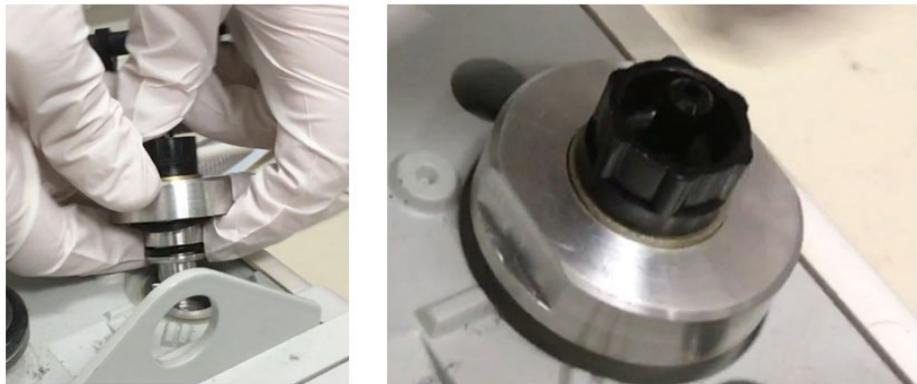

Figure 13 : Installation de l'adaptateur dans le port d'entrée
- 6) Insérez l'adaptateur dans le port d'entrée en suivant les encoches. Voir Figure 13.